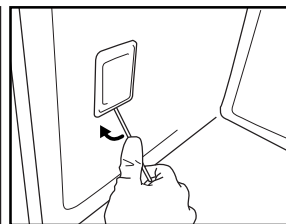

Fig. 7
3. Skub forsigtigt lampeglasset af med en skruetrækker (Fig. 7).